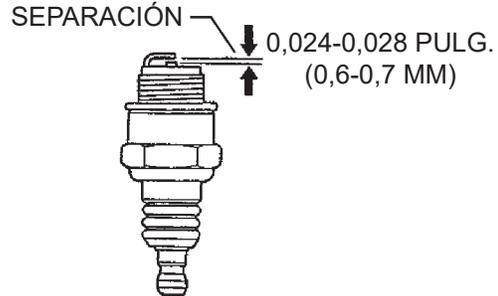

Figura 32. Separación de los electrodos de la bujía
1. Quite y limpie la bujía (Figura 32) y luego ajústela a 0,024~0,028 pulgadas (0,6~0,7 mm). La unidad cuenta con encendido electrónico, que no requiere ajustes.